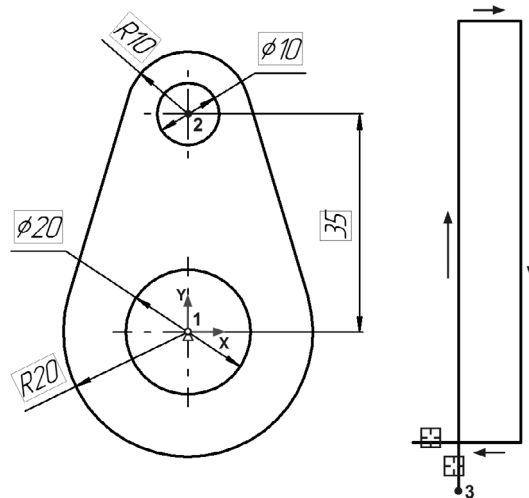

Рис. 66.28.
2. Постройте из точки 3 ломаную линию (рис. 66.28). Положение всех точек укажите «на глаз».
3. Удалите выступающие участки отрезков (рис. 66.28).